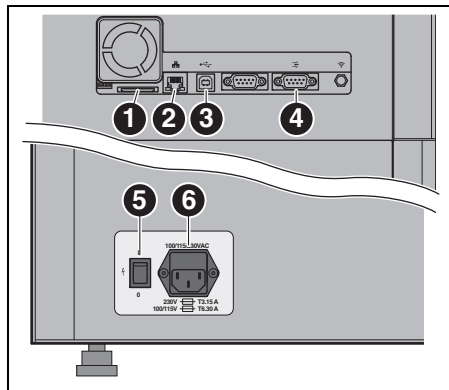
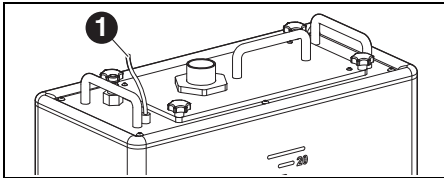

Bild 7 Schnittstellen an der Rückseite der Fräsmaschine
Bild 8 Anschlüsse Versorgungseinheit
- ▷ Die Steuerungsschnittstelle für die Versorgungseinheit an der Rückseite der Fräsmaschine ([4] in Bild 7) und an der Versorgungseinheit ([1] in Bild 8) mit dem Steuerungskabel verbinden.
- ▷ Die USB-Schnittstelle ([3] in Bild 7) der Fräsmaschine und eine freie USB-Buchse des PCs mit dem USB-Kabel verbinden.
- ▷ Die Ethernet-Schnittstelle ([2] in Bild 7) der Fräsmaschine mit dem PC bzw. dem Netzwerk über ein Netzkabel verbinden.